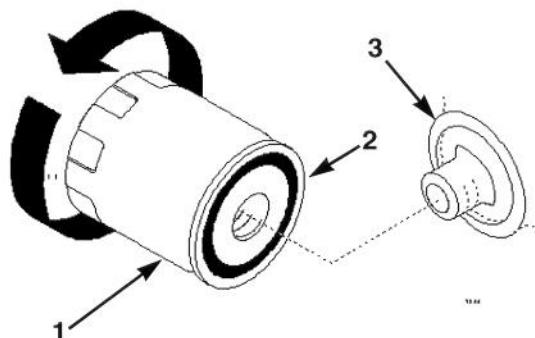

Bild 20
2. Den alten Filter entfernen und die Filteradapterdichtfläche (Bild 20) sauber wischen.
3. Die Gummidichtung am Austauschfilter mit einer dünnen Schicht von frischem Öl überziehen (Bild 20).
4. Den Austauschölfilter in den Filteradapter einschrauben. Den Ölfilter soweit im Uhrzeigersinn drehen, bis die Gummidichtung mit dem Filteradapter Kontakt nimmt, dann den Filter um eine weitere $\frac{1}{2}$ Umdrehung festziehen (Bild 20).